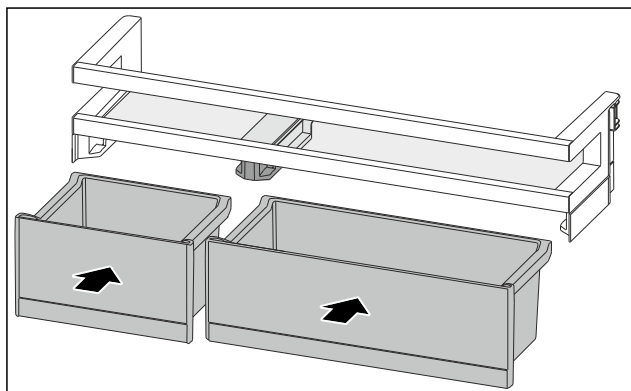

Fig. 128
- Sätt in VarioBoxarna i ombytt ordning. (se Fig. 128)